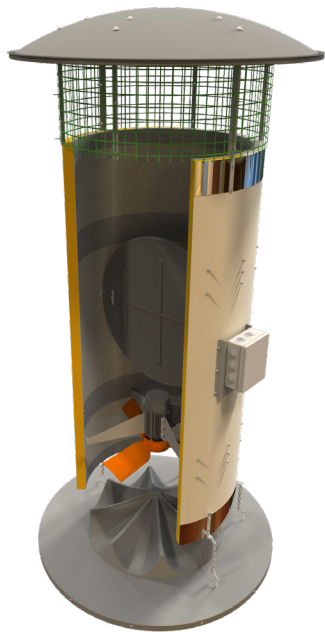

Рис. 8 - Общий вид камина VBA с управляемым клапаном
3.13 Приточный вентиляционный камин типа VBA без секции подмешивания с управляемым клапаном (Рис. 8).